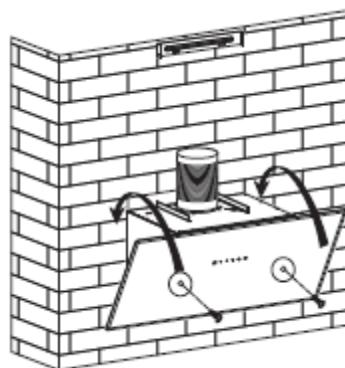

Рис. 5
7. Подвесьте прибор на стене, выровняйте его, закрепите с помощью двух предохранительных винтов ST4\*30 мм. Примечание: На задней стороне корпуса расположены два предохранительных вентиляционных отверстия диаметром 6 мм. См. рис. 5.